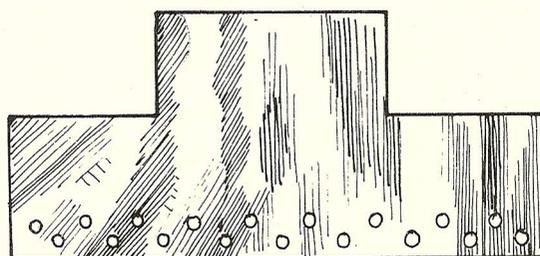

FIGURA 5 - Misturador de látex
- misturador de látex (Figura 5) e retirador de espuma (Figura 6), feitos de alumínio em folha